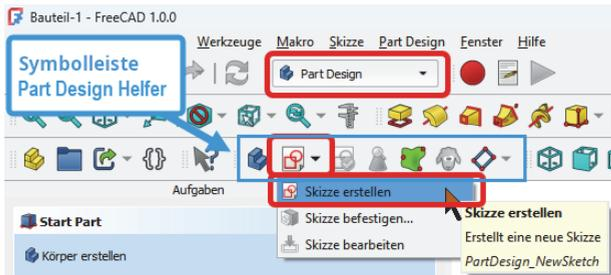

Abb. 2.5: Skizze über PART DESIGN HELFER starten
- Sie können auch im Arbeitsbereich PART DESIGN bleiben und über die Symbolleiste PART DESIGN HELFER (Abbildung 2.5) in einer Drop-down-Liste SKIZZE ERSTELLEN wählen.